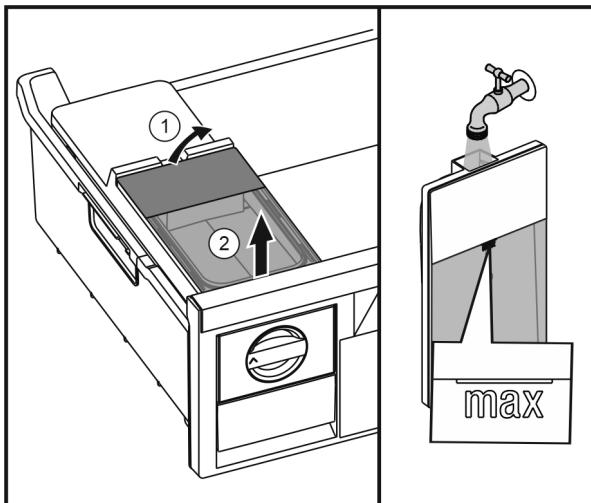

Fig. 39
- ▶ Podignite spremnik za vodu sa stražnje strane Fig. 39 (1) i izvadite ga prema gore Fig. 39 (2).